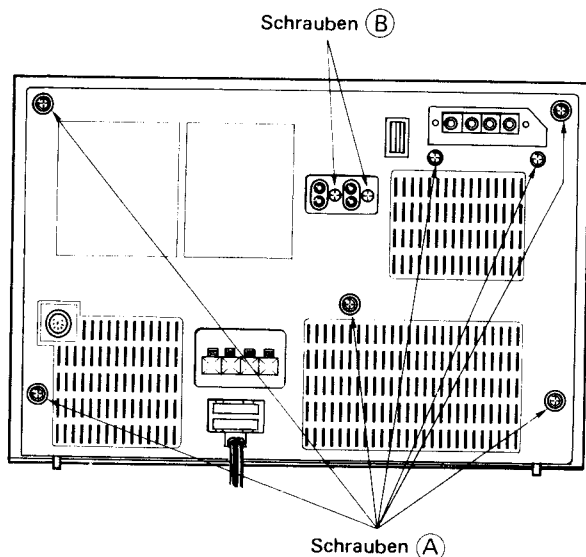

Abb. 1
Entfernen Sie die 7 Schrauben (A) (B3 x 8) sowie die beiden Schrauben (B) (1-3 x 12), welche die Rückwand halten (Abb. 1).